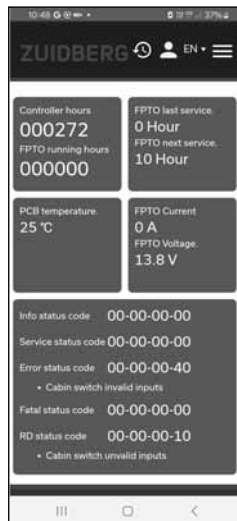

Figure 10
- Allez au tableau de bord (voir la fig. 10).